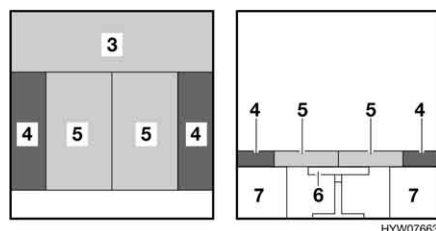

Fig. 74 Dopo la trasformazione
- Collocare i cuscini dello schienale (Fig. 74,4) sulla parete esterna. Rispettare la forma cuneiforme.
- Premere entrambi i cuscini del divano (Fig. 74,5) fra i cuscini dello schienale.